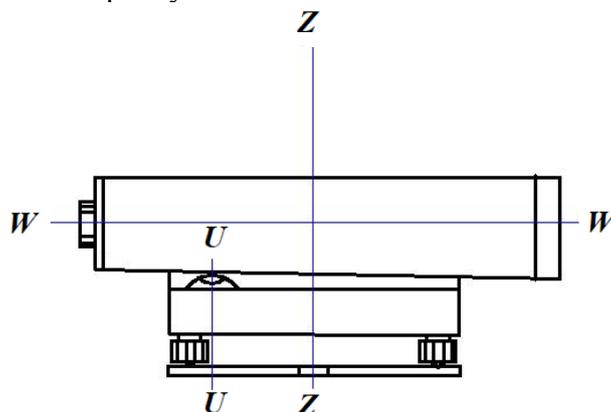

Рис. 4. Схема осей нивелиров с компенсаторами:
*Условие.* Ось круглого уровня *UU* (рис. 4) должна быть параллельна оси вращения прибора *ZZ*. При помощи трех подъемных винтов устанавливают пузырек уровня в нуль-пункт и поворачивают зрительную трубу на 180°. Если пузырек остался в центре, то условие выполнено, если нет, то необходимо выполнить юстировку.